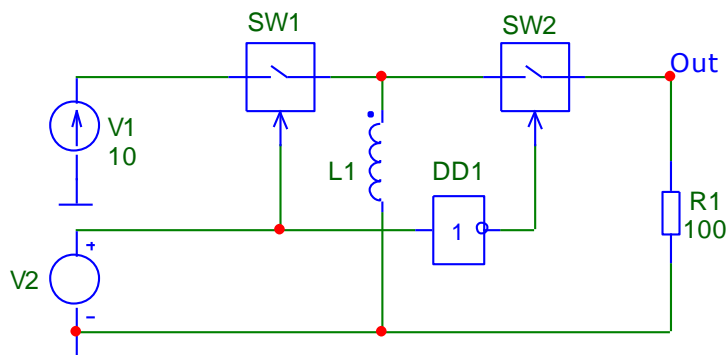

Рисунок 7 – Импульсный регулятор мощности в нагрузке
Меняя время, в течение которого накапливается энергия в дросселе, и оставляя частоту неизменной, можно регулировать мощность, передаваемую в нагрузку (рис. 7). На основе этого же принципа работает инвертирующий преобразователь постоянного напряжения.
4.2. Нарисовать в схемном редакторе схему рис. 7. Ключ SW и инвертор DD1 находятся в разделе «Функциональные блоки».